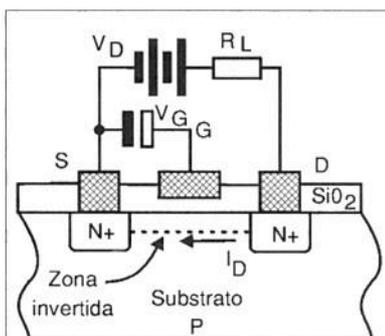

Figura 2 - Polarização do MOSFET lateral.
Quando a comporta é polarizada no sentido direto em relação à fonte (S), como mostrado na **figura 2**, as lacunas livres que funcionam como portadores de carga na camada epitaxial P são repelidas para longe da área da comporta criando um canal por onde podem fluir elétrons da fonte para o dreno. Note que, desde que as lacunas tenham sido repelidas do canal de